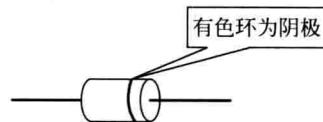

图 1.1 二极管识读
(1) 学生自主阅读本任务“知识链接”的内容,自主学习半导体知识及二极管特性等;上网查阅二极管的结构、作用、类型等内容。
(2) 二极管的检测与识别
① 识别方法:一般整流用二极管的阴极有一色环标记,如图 1.1 所示。
② 检测方法:用万用表的 $R \times 1k$ 或 $R \times 100$ 挡测量二极管的正反向电阻,若测量值分别在几千欧姆以下和几百千欧姆以上,说明质量良好。
(3) 教师准备示波器、万用表、电工实验台等。